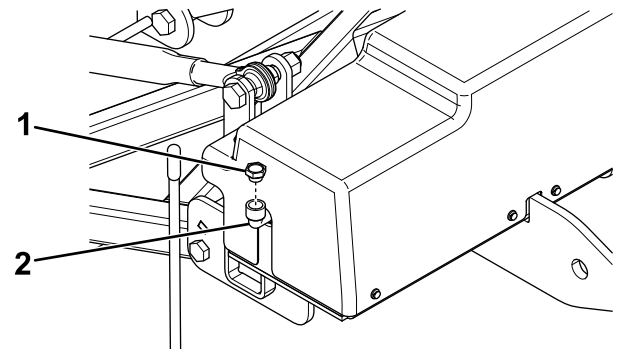

Figure 24
- Nettoyez la surface autour du bouchon de remplissage (Figure 24).
- Retirez le bouchon de remplissage du réservoir hydraulique (Figure 24).